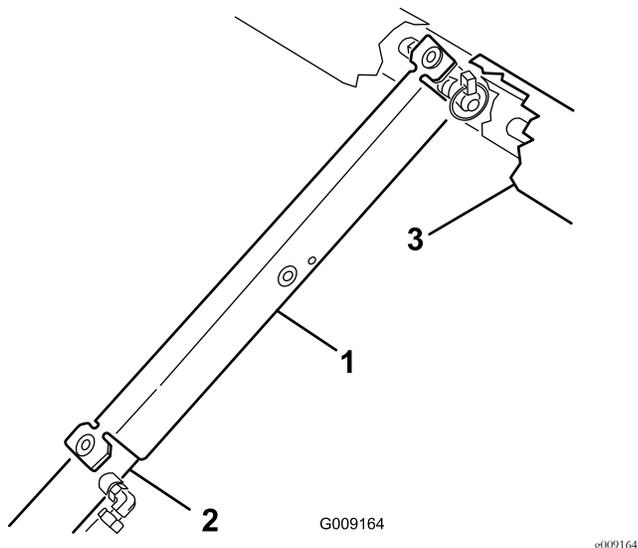

图13
3. 将货斗支架推入油缸杆确保支架端凸耳靠在油缸筒端部和油缸杆端部 图13。